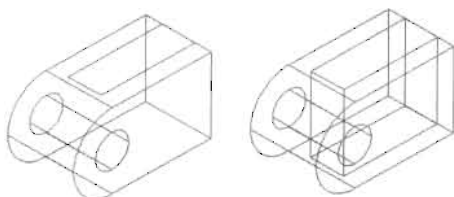

图 14-200
(7) 切换到西南等轴测视图, 使用 `Extrude` 命令把矩形拉伸 14mm, 如图 14-200 所示。